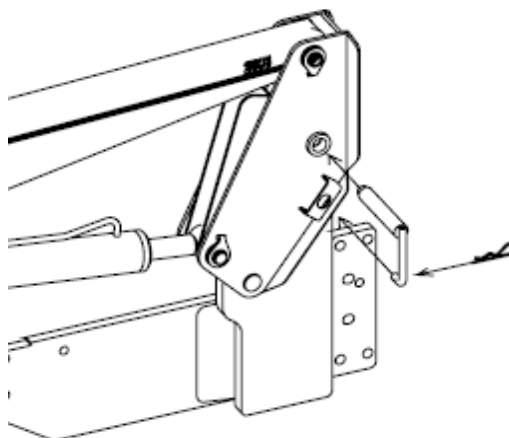

Рис. 6 Монтаж погрузчика на трактор
5. Установите оба штифта в опоры и зафиксируйте их шплинтами (рис. 6). Запустите двигатель трактора и медленно поднимите погрузчик так, чтобы стояночные опоры оторвались от поверхности земли.